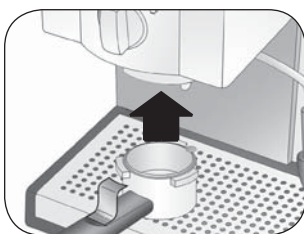

Fig. 9
- 3 Innestare il portafiltro nella sua sede (Fig. 9).